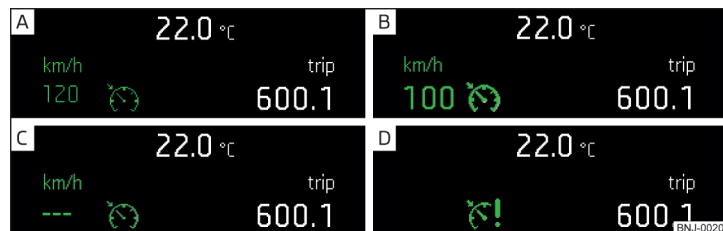
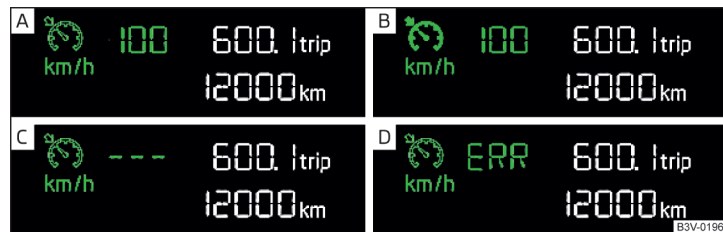

Fig. 155 Afiașaj MAXI DOT (monocromatic): Exemple de afișări de stare a sistemului de menținere automată a vitezei de deplasare (GRA)
Fig. 156 Afiașajul segment: Exemple de afișări de stare a sistemului de menținere automată a vitezei de deplasare (GRA)
**Afișajele de stare ale GRA » fig. 155, » fig. 156**